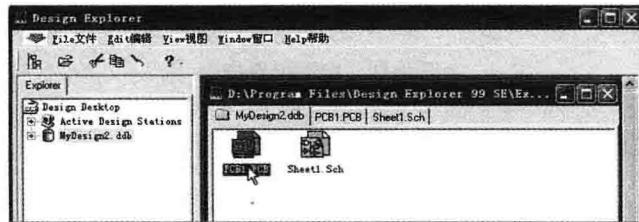

图 1-20 选择 PCB1.PCB 文件
(4) 单击执行“File 文件”菜单下的“New 新建”命令，选择印刷电路板 PCB 库文件，创建一个 PCBLIB1.LIB 文件。
(5) 执行“File 文件”菜单下的“New Design 新建设计”命令，弹出新建设计数据库文件对话框。
(6) 在“Design Storage Type”栏中选择设计数据库保存类型“Windows File System”。
(7) 在“Database File Name”栏中设定数据库的文件名“MyDesign2.ddb”。
(8) 单击“Browse”按钮，可以设定数据库文件保存的路径。
(9) 单击“OK”按钮，生成一个“MyDesign2.ddb”数据库项目文件。
(10) 单击执行“File 文件”菜单下的“New 新建”命令，选择原理图文件，创建一个“sheet1.sch”文件。
(11) 单击执行“File 文件”菜单下的“New 新建”命令，选择印刷电路板 PCB 文件，创建一个“PCB1.PCB”文件。
(12) 如图 1-20 所示，在编辑区单击选择“MyDesign2.ddb”选项卡，选择“MyDesign2.ddb”页面的“PCB1.PCB”文件。